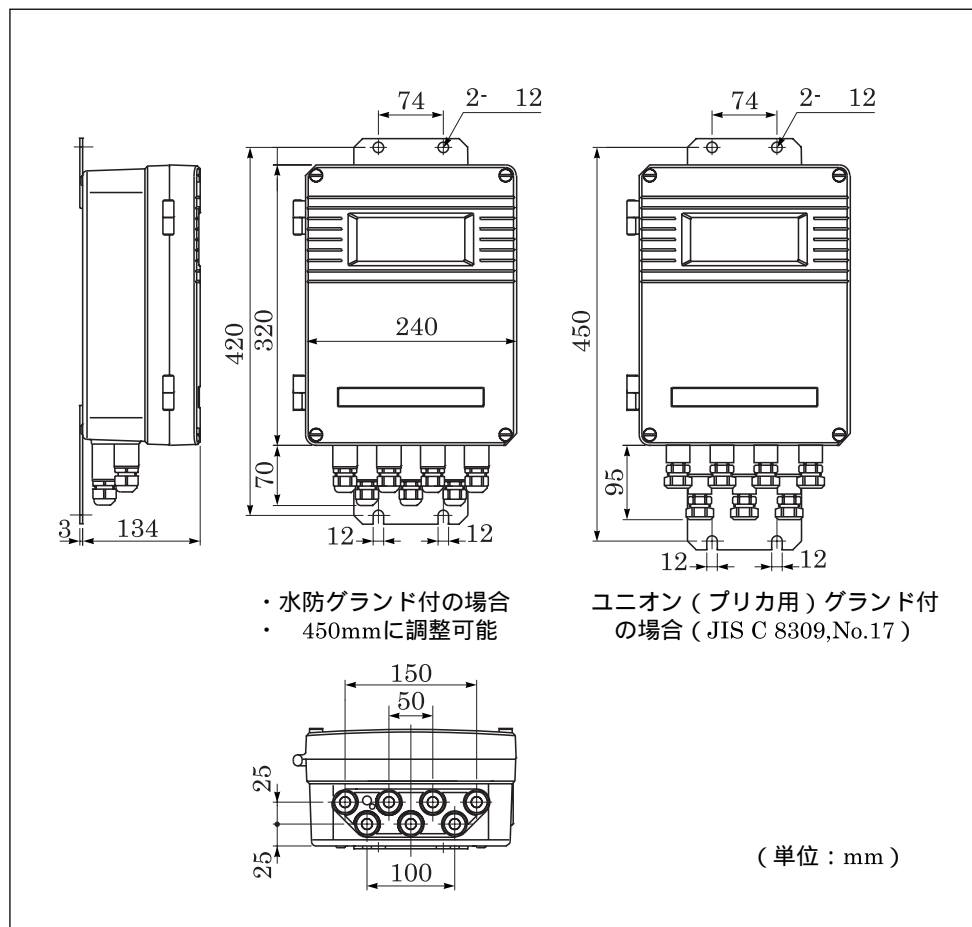

図 2.1 変換器外形図
- (13) 雷対策 : 電源, 出力信号, 警報出力へアレスタ付
- (14) 使用周囲温度 : -10 ~ 50
- (15) 使用周囲湿度 : 90%RH 以下
- (16) 質量 : 約 7kg
- (17) 外形図 : 図 2.1
- (18) その他 : 自己診断機能付